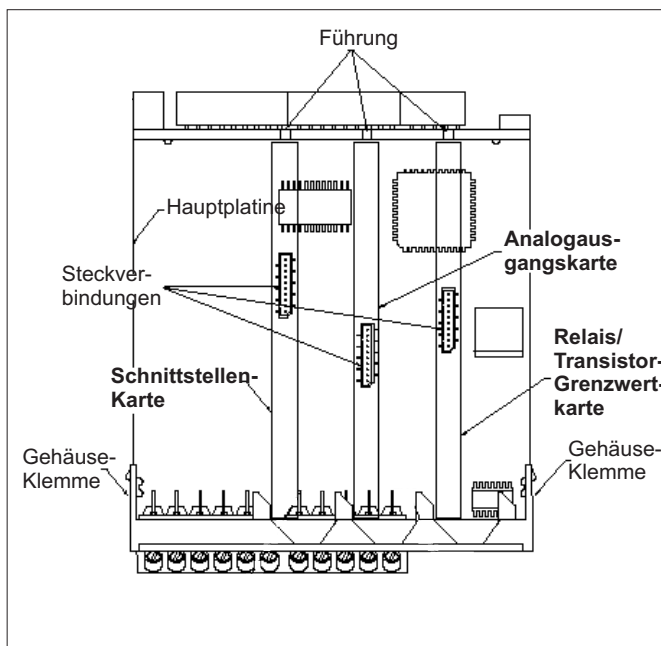

Bild 1.1: Ausgangskarten
Die Ausgangskarten haben feste Einbaupositionen. Die Steckverbinder der Karten sind so konstruiert, dass jede Karte nur auf eine bestimmte Position passt. Die Einbaupositionen der Karten sind auf Bild 1.1 ersichtlich.
2. Stecken Sie die Ausgangskarte auf den entsprechenden Steckplatz (siehe Bild 1.1).